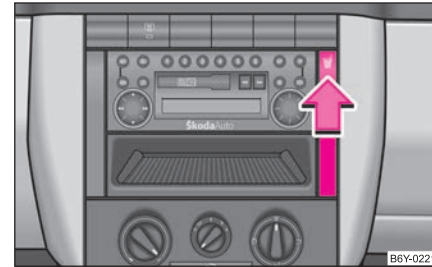

Fig. 67 Tableau de bord: Porte-gobelets
- Poussez sur le symbole  en direction de la flèche ⇒ fig. 67, le porte-gobelets sort et s'ouvre.